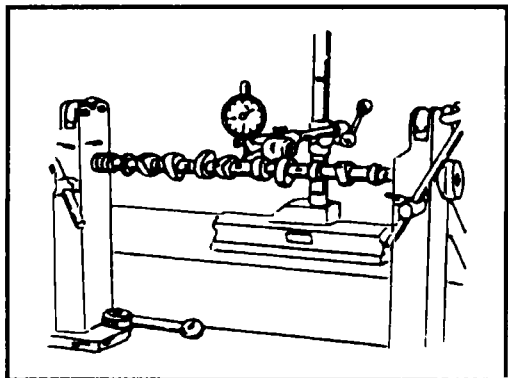

Рис. 2.22 Проверка биения распредвала (в центрах токарного станка)
- ◆ Уложите распредвал крайними шейками на призмы или закрепите в центрах токарного станка (см. рис. 2.22) и приставьте к центральной шейке ножку индикатора. Медленно вращая вал, снимите показания индикатора. Если полученная величина (биение) больше 0,1 мм, распредвал считается погнутым и его необходимо заменить, т.к. рихтовка (правка) не предусмотрены. Проверьте отсутствие на подшипниковых шейках распредвала видимых повреждений или следов износа.